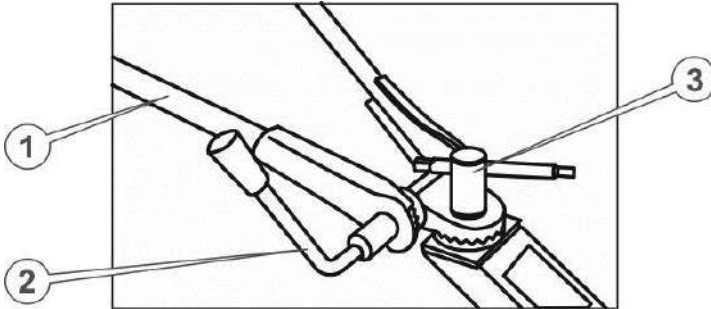

Рисунок 2. Кріплення керма
3. Звільнити кермо від пакувальної плівки. Відкрутити затискну гайку з важелем і витягнути стяжний болт. Встановити кермо на рульову стійку центрального вузла, потрапляючи зубцями в зубці (див. рис. 2.), вставити стяжний болт таким чином, щоб його головка зайшла в шестигранне поглиблення у вушку керма (ліворуч у напрямку руху